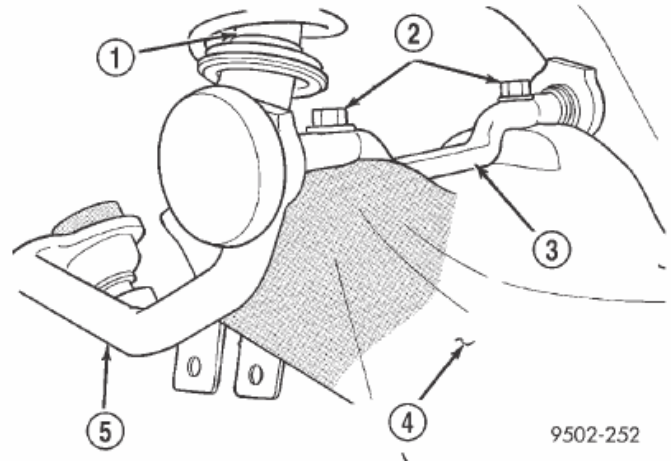

Рис. 22 КРЕПЛЕНИЕ ВЕРХНЕГО РЫЧАГА УПРАВЛЕНИЯ К ПОПЕРЕЧНОЙ БАЛКЕ
(3) Совместить шарнирную балку на верхнем рычаге управления с крепежными отверстиями в поперечной балке задней подвески. Вставить и затянуть 4 болта крепления шарнирной балки к поперечной балке (рис. 22) с моментом 107 Нм.